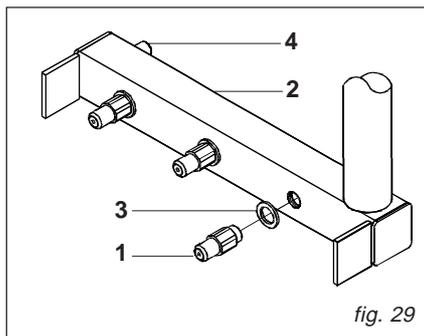

fig. 29
- Procedere alla sostituzione degli ugelli principali **1** posti sul collettore **2** del bruciatore interponendo la rondella in alluminio **3** (vedi fig. 29).
- Inserire uno strumento di misurazione della pressione, in "mbar", nella presa di pressione a valle della valvola gas (vedi fig. 20-21-22), oppure nella presa di pressione **4** posizionata sul collettore del bruciatore (vedi fig. 29).